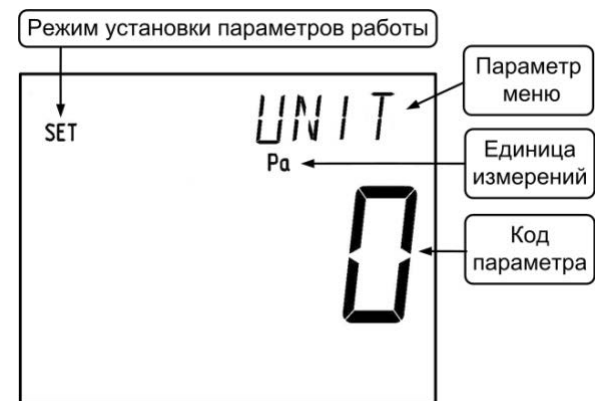

Рисунок 2 – Пример отображаемых элементов дисплея в режиме настройки параметров (выбор единиц измерения)
5.4 Для перехода в меню настройки рабочих параметров следует удерживать нажатой кнопку 3 более 2 с – на дисплее появляется надпись **SET**, а в правом верхнем углу отображается наименование параметра, под которым указан соответствующий код или изменяемое значение (рисунок 2).